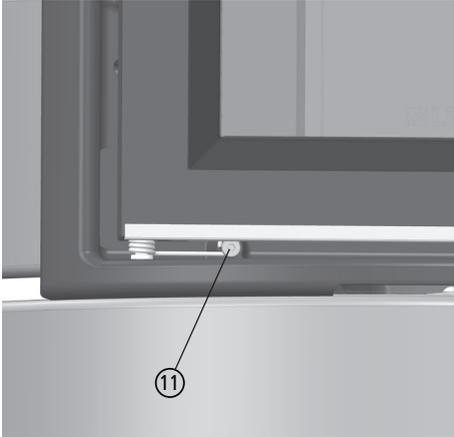
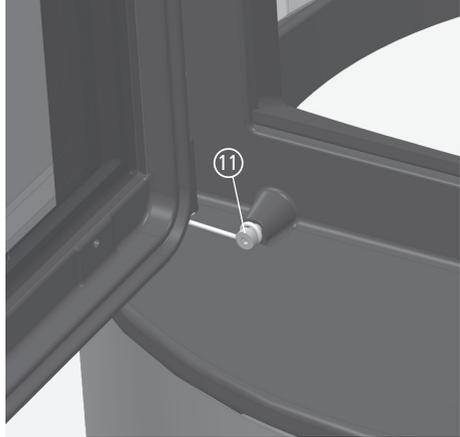

Fig. 3.11 Tendre le ressort de porte
Fig. 3.12 Ressort de porte tendu
- ① Ouvrir la porte du foyer et soulever légèrement du côté des charnières – dans le cas d'une porte de foyer à fermeture automatique, desserrer auparavant le ressort de la porte, voir Fig. 3.11 et Fig. 3.12.
- ② Faire pivoter la porte du foyer vers l'avant sur la charnière – tout en maintenant la porte du foyer par le bas.
- ③ Enlever La Porte Du Foyer Par Le Bas.
Lors du démontage de la porte du foyer le ressort de la porte est détendue. Il n'est pas nécessaire de démonter le ressort, mais il doit de nouveau être tendu lors du montage (voir également Fig. 3.11 en page 25).